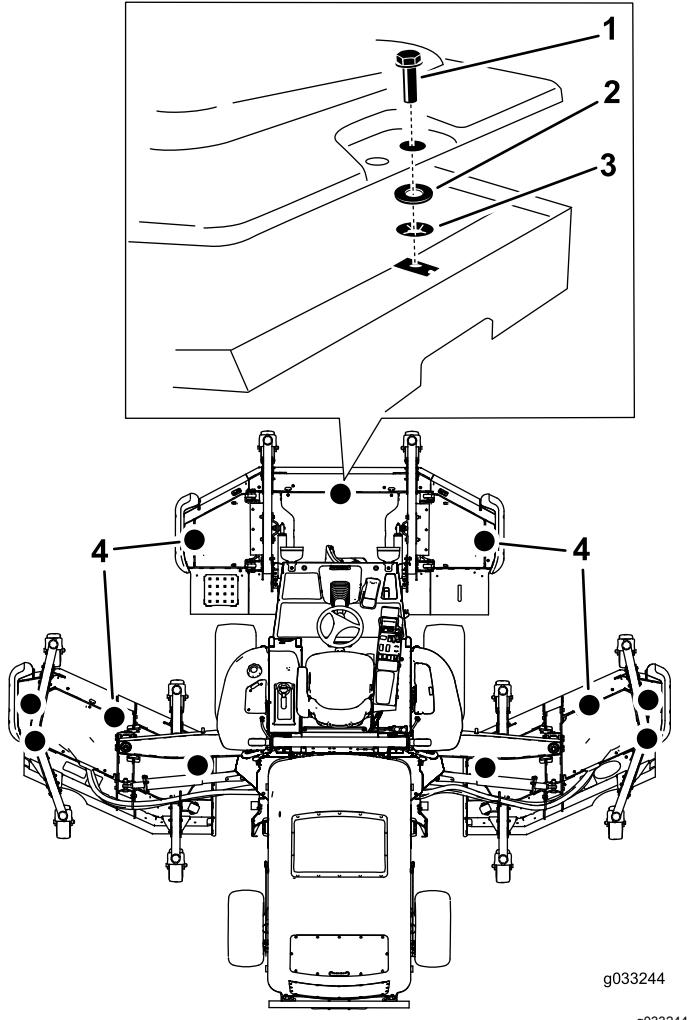

Figura 5
3. Instale a anilha de encosto e porca de pressão a partir da parte inferior no parafuso existente para o prender na cobertura da correia como se mostra na Figura 5.